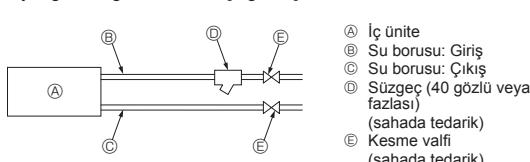

Fig. 4-5
- 11. Su kaynağına bağlarken lütfen [Fig. 4-5]'e bakın.